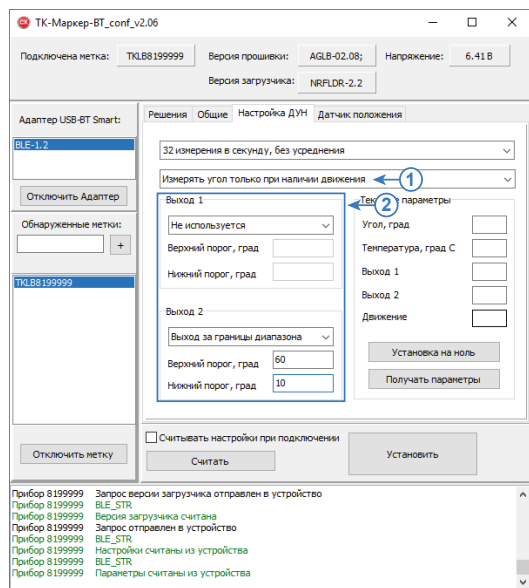

Рис. 18. Настройка выходов.
**Измерять угол постоянно / Измерять угол только при наличии движения (Рис.18, п.1)** – настройка разрешает измерение угла наклона механизма, а также контроль пороговых значений в постоянном режиме или только во время движения этого механизма. Факт движения определяется внутренним акселерометр беспроводной метки.
### Режим работы виртуальных выходов (Рис.18, п.2)
Для настройки Выхода 1 перейдите в раздел «Выход 1». Для настройки режима Выхода 2 перейдите в раздел «Выход 2» (Рис.18, п.2).